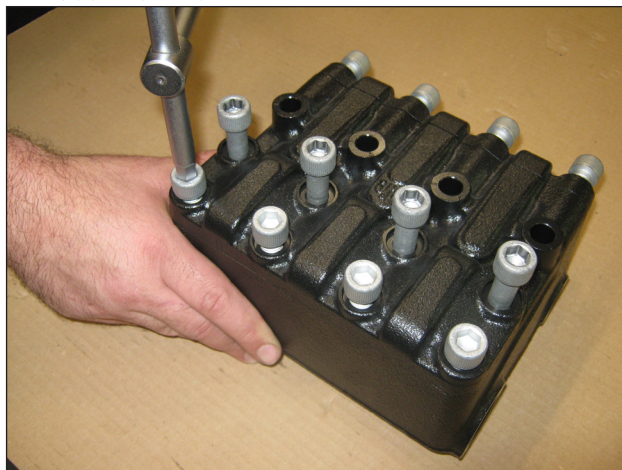
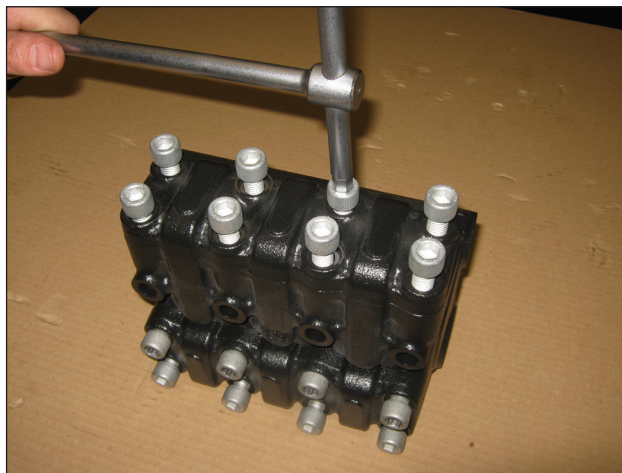

图 16
图 17
- 拧下固定吸入阀盖的4个M12x130螺钉（SW64上的M12x190）和4个M12x45螺钉，以及固定输出阀盖的8个M12x35螺钉（图 16和图 17）；